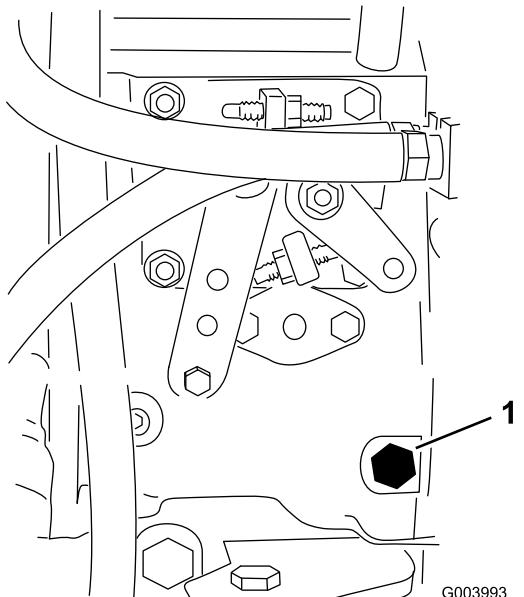

Figura 36
3. Con una chiave di 12 mm aprite la vite di spуро dell'aria, situata sulla pompa di iniezione del carburante (Figura 36).